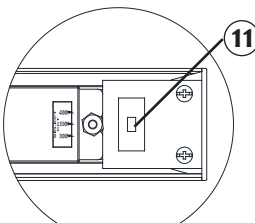

Figure 5
- Default color temperature setting is 3000K. Set switch (11) to desired color temperature if you wish - see Fig. 5
- Without pinching the wires, position the Housing Assembly (7) over the Backplate (5) with the mounting holes aligned. Insert Flat Head Screws (6) and tighten.
- La c de temperatura de color predeterminada es 3000K. Coloque el interruptor (10) en la temperatura de color deseada. Consulte la Fig. 5.
- Sin apretar los cables, coloque el conjunto de la carcasa (7) sobe la placa posterior (5) con los orificios de montaje alineados. Inserte los tornillos de cabeza plana (6) y ajuste.